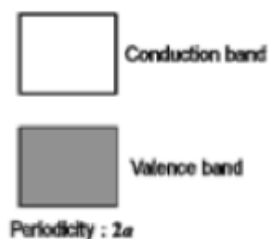

图4：循环单元长度等于 $2a$ 的一维链的能带
f) 如图4所示，以 $2a$ 长度为循环单元的一维链的连续能态中出现了断层，导致一个充满电子的价带和一个空导带的形成。由于价带充满了电子而没有空位能够给传导电子使用，聚乙炔是绝缘体。当一种化学物质被添加到聚乙炔中时，价带中的电子开始移动。这种物质可以通过氧化一种碱金属卤化物的溶液制得，并且构成它的原子的内层电子数和Ar相等，写出这种物质的化学式。